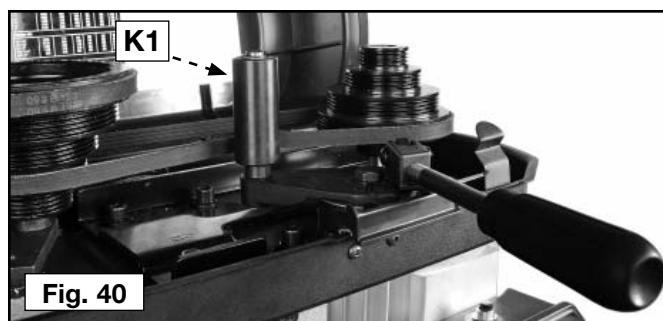

Fig. 40
5. Relevez la poignée et déplacez-la vers la gauche (comme illustré en fig. 40) jusqu'à ce que le bras de tension de courroie (K1) s'appuie sur les courroies.